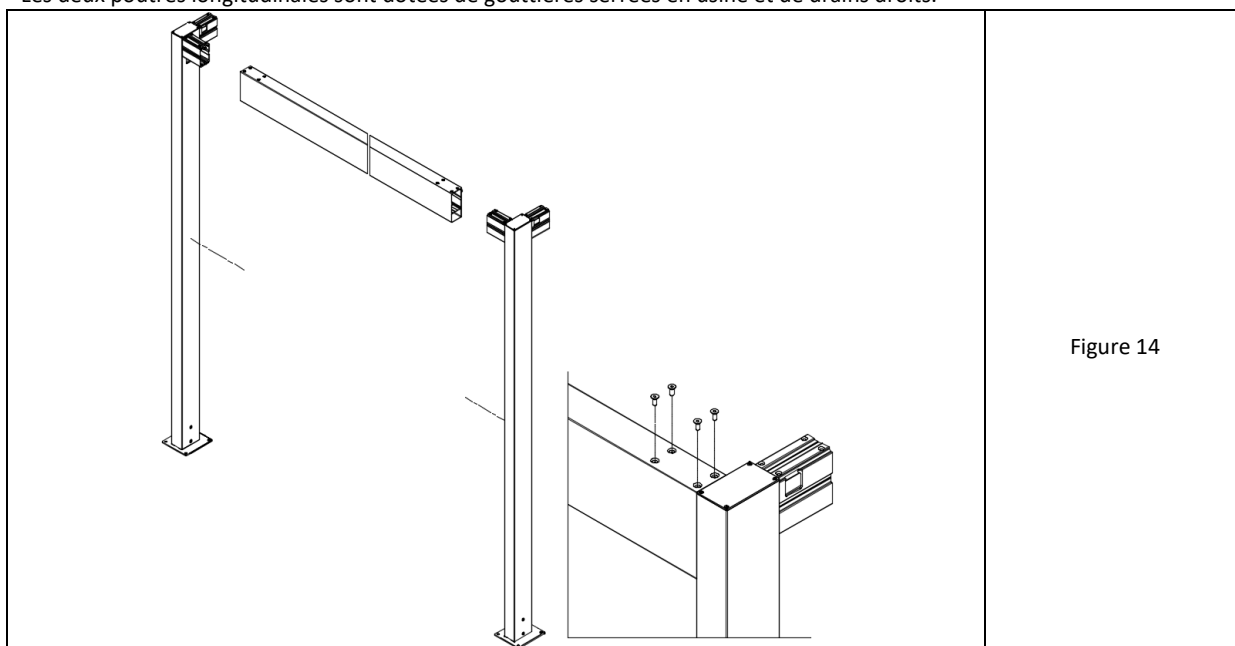

Figure 14
1. Placez les poteaux avec le pied pré-serrée dans les chambres de poutre transversales avec leurs os des deux côtés et les vissez ensemble à partir du haut de la chambre de poutre comme indiqué dans la Fig. 14 en utilisant des vis à tête fraisée M8 x 20 avec une douille à six pans creux. Veillez à assembler les colonnes avec la disposition correcte des pieds. Faites en sorte que les deux traverses forment deux cadres plats. Un cadre correctement assemblé présente une languette d'étanchéité sur la traverse du côté des os dépassant des poteaux.